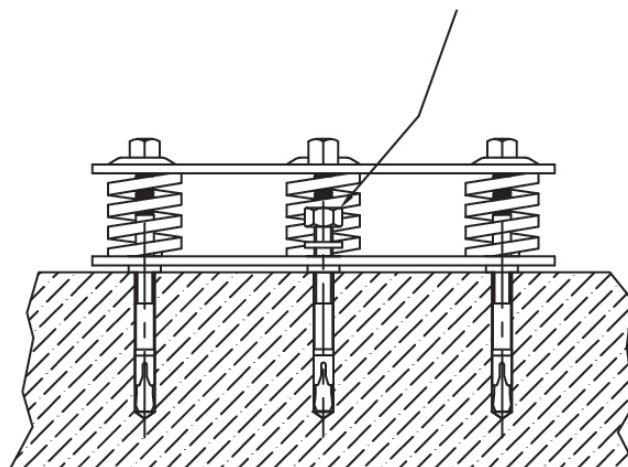

Fig. 6
5. Coloque las arandelas inferiores y las tuercas sobre las espigas y apriételas (fig. 6).